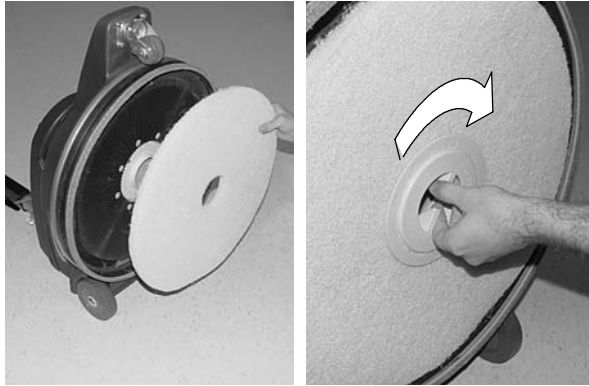

FIG. 2
- Retirez le dispositif de verrouillage central en plastique du patin en tournant dans le sens inverse des aiguilles d'une montre. Positionnez le patin en le centrant sur le mécanisme d'entraînement de patin, remplacez le verrouillage central et fixez-le (Figure 2).